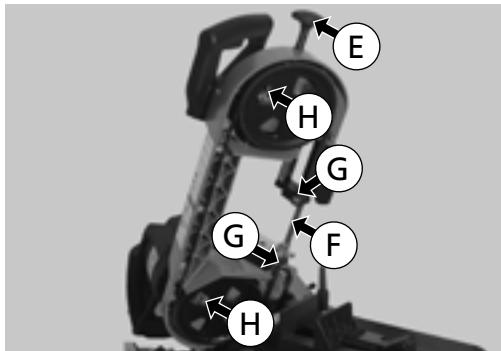

Fig. 50
5. Desaperte a lâmina de corte tanto quanto possível, rodando o botão de aperto (E) no sentido contrário ao dos ponteiros do relógio (Fig. 50).
6. Retire a lâmina de corte das guias e mova-a em redor das rodas (H) (Fig. 50).